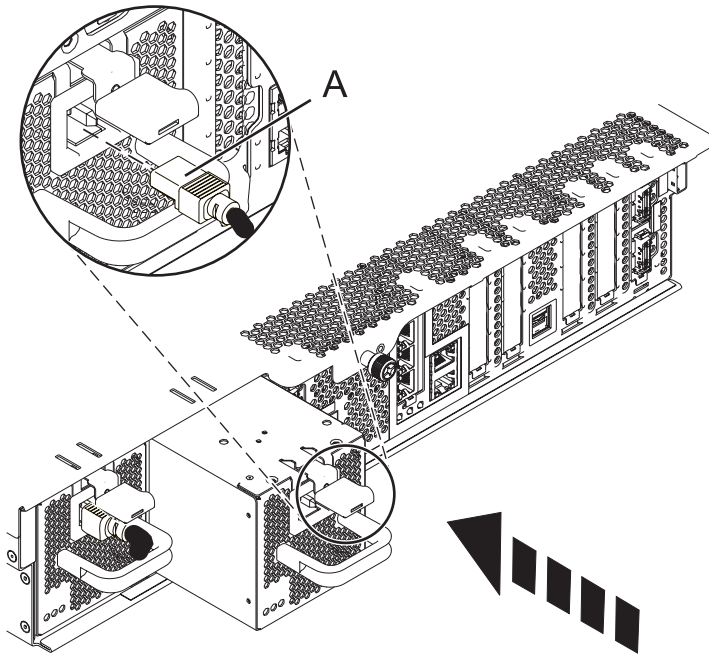

Figura 3. Instalación de una fuente de alimentación
5. Alinee la fuente de alimentación con la bahía e inserte la nueva fuente de alimentación en la unidad del sistema hasta que el mecanismo de cierre encaje en su sitio, como se muestra en la Figura 3.